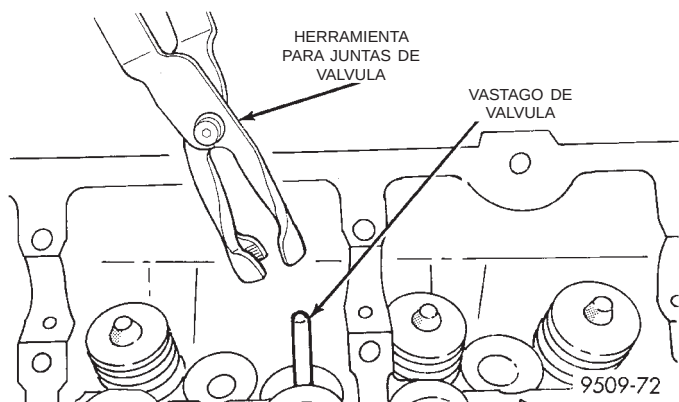

Fig. 38 Herramienta para junta de aceite del vástago de válvula
- (5) Retire el muelle de válvula.
- (6) Retire la junta del vástago de válvula, con la herramienta pertinente (Fig. 38).